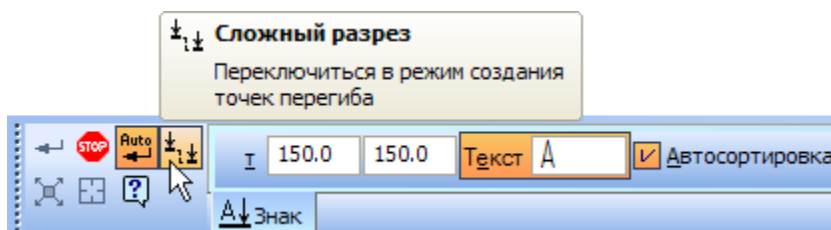

Рисунок 59
- По умолчанию система выполняет построение простого разреза, то есть вторая точка линии будет воспринята как последняя. Чтобы перейти в режим построения сложного разреза, нажмите кнопку Сложный разрез  на Панели специального управления (рис. 59).